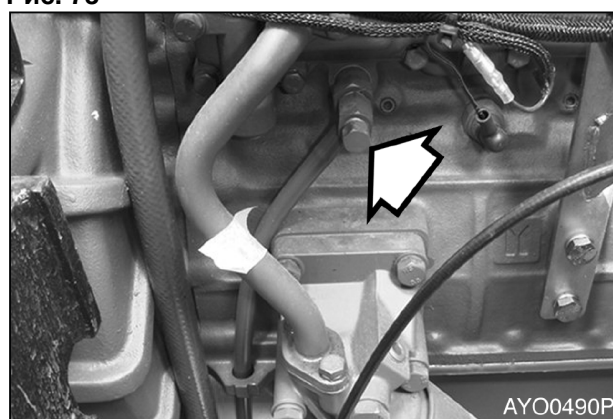

Рис. 74
5. заглушку сливного крана охлаждающей жидкости (1, рис. 74) из двигателя.